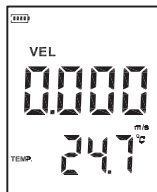

图2
- 按主机“”键开机，屏幕全显示1秒后进入当前风速、风温测量画面，LCD屏幕显示如图2：